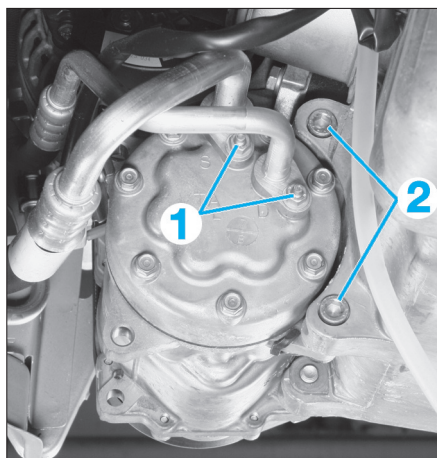
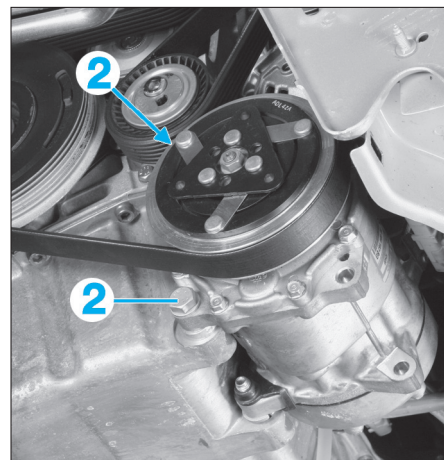

FIG. 4
FIG. 5
- Déposer les écrous (1) et désaccoupler les tuyaux de liquide frigorigène du compresseur (Fig.4) et les obturer afin d'éviter l'introduction d'impuretés ou d'humidité à l'intérieur du circuit.
- Déposer les quatre vis (2) du compresseur puis celui-ci (Fig.4) et (Fig.5).